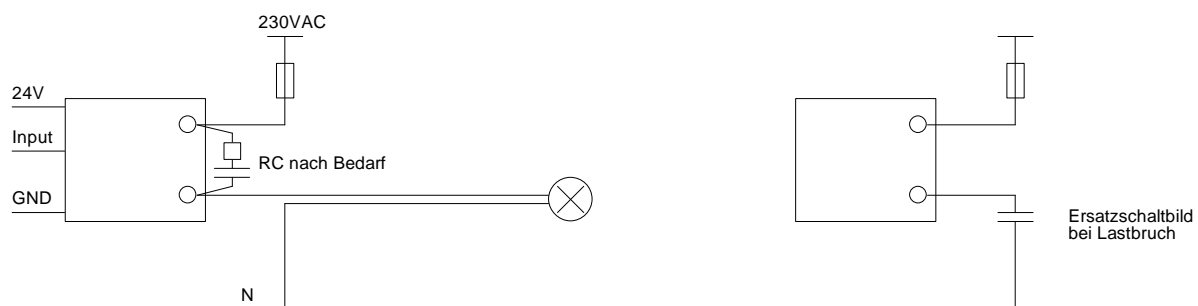

Abbildung 12: Kabelführung von Relais zu Last
- Die Lastsicherung(en), wie sie in Abbildung 12 dargestellt sind, brauchen nicht mehr separat überwacht werden. Sollte eine dieser Sicherungen fallen, erkennt dies das Modul und meldet einen Fehler.